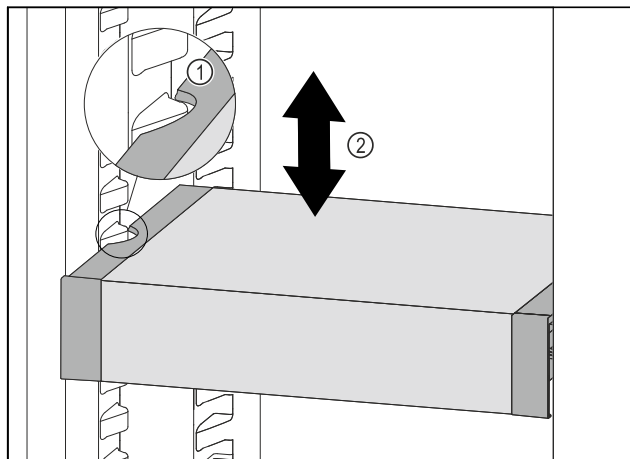

Fig. 243
- Tirare VarioSafe in avanti fino a quando le cavità laterali di VarioSafe non si trovano al livello della nervatura del contenitore nel vano frigorifero. Fig. 243 (1)
- Spostare VarioSafe verso l'alto o verso il basso nel vano frigorifero fino a raggiungere l'altezza desiderata. Fig. 243 (2)